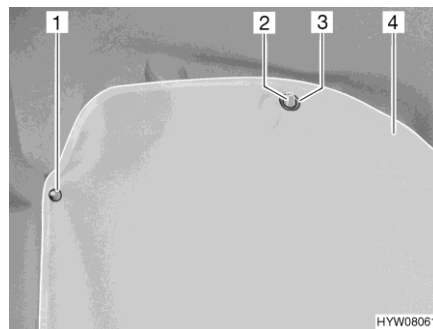

Fig. 19 Oscurante (cabina di guida)
- Fissare l'oscurante (Fig. 19,4) con i bottoni automatici (Fig. 19,1).
- Agganciare gli occhielli (Fig. 19,3) a sinistra e a destra nei ganci per gli abiti (Fig. 19,2) delle impugnature.
- Sganciare gli occhielli (Fig. 19,3) a sinistra e a destra dai ganci per gli abiti (Fig. 19,2) delle impugnature.
- Sganciare e riporre l'oscurante (Fig. 19,4).